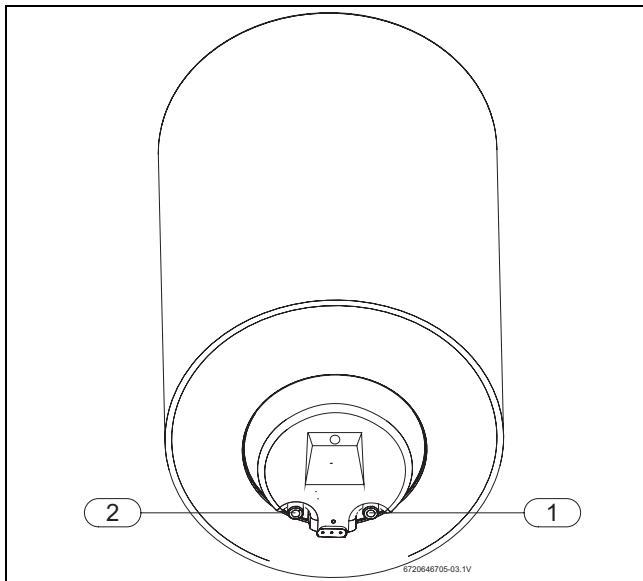

Fig. 6
- ▶ Identificar a tubagem de água fria e de água quente, de forma a evitar uma possível troca (→ Fig. 6).